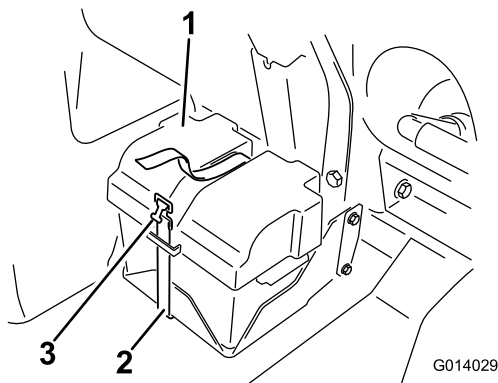
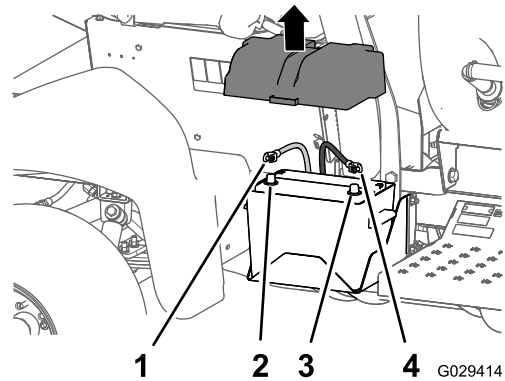

Figura 1
Figura 2
1. Retire a cobertura da bateria e desligue o cabo negativo (preto-terra) do pólo da bateria (Figura 1 e Figura 2).
2. Desligue o cabo positivo (vermelho) do borne da bateria (Figura 2).